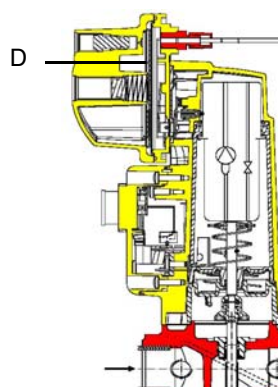

Рис. 15
**⚠ ВНИМАНИЕ:** диафрагма D исполнительного механизма SKP2 должна находиться в вертикальном положении (Рис. 15).